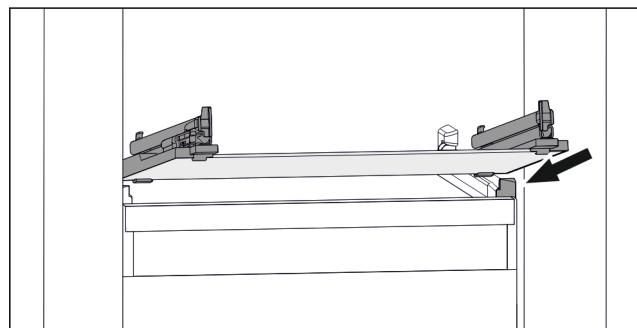

Fig. 150 Приближене відображення скляної пластини
- Встановити скляну пластину за стопорами навскоси. (див. Fig. 150)